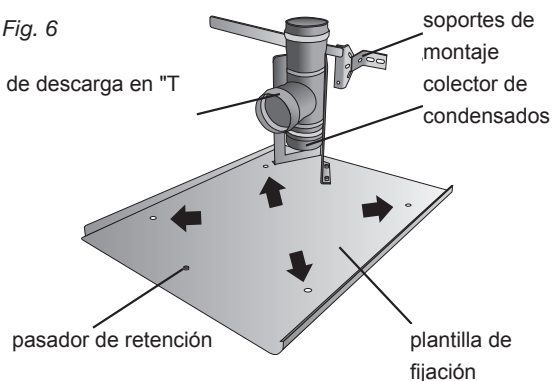

Fig. 7
- Fije los soportes de fijación a la pared trasera de la chimenea (Fig. 7).